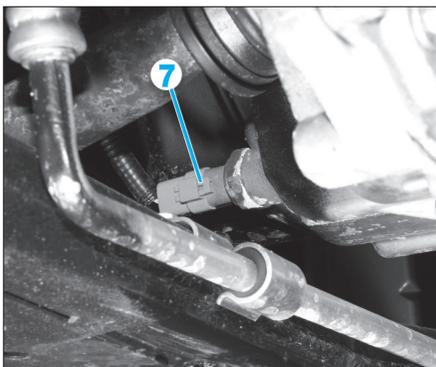

Fig. 6
• Débrancher le contacteur de marche arrière (7) (Fig.6).